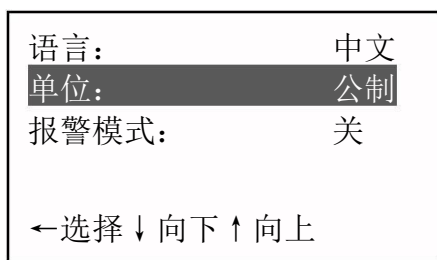
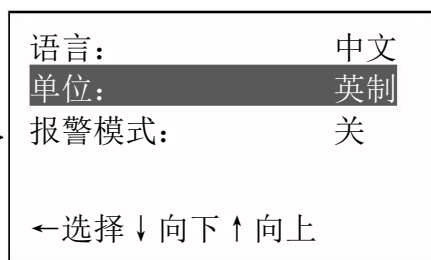

图 26
图 27
- 按 \uparrow 或 \downarrow 键选择单位，按 \leftarrow 键循环显示公制和英制，（如图 26 和图 27）：